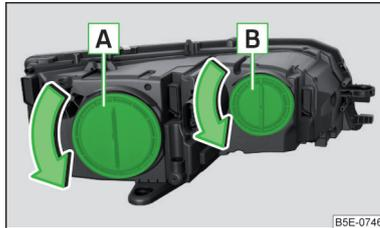

Abb. 348
Glühlampenanzordnung » Abb. 348
- › Die Schutzkappe **A** » Abb. 348 auf Seite 319 in Pfeilrichtung drehen.
- › Die Schutzkappe **A** » Abb. 348 auf Seite 319 einsetzen und entgegen der Pfeilrichtung drehen.
- › Die Schutzkappe **B** » Abb. 348 auf Seite 319 in Pfeilrichtung drehen.
- › Die Schutzkappe **B** » Abb. 348 auf Seite 319 einsetzen und entgegen der Pfeilrichtung drehen.